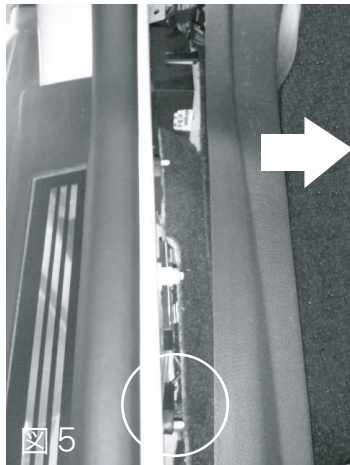

図5
- ・内装を矢印方向に引っ張りながら外してください。（図5参照）